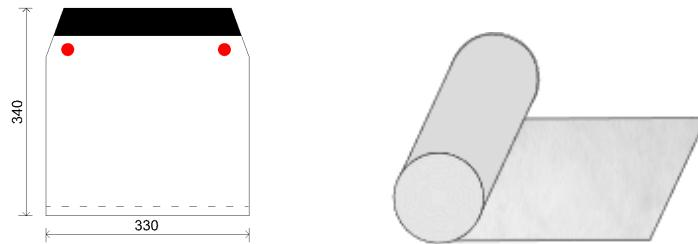

Fig. 13 – Top Roll Colmo SA
- Per l'esecuzione del colmo, prendere la scatola dei Colmi Prestige Plus ed estrarre il Top Roll Colmo SA e gli elementi colmo, già tagliati e sagomati, in essa contenuti - Fig. 13.